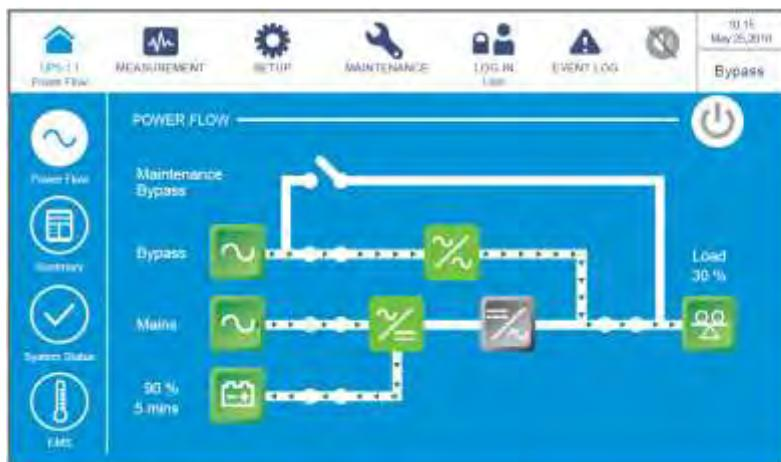

Рисунок 6-64: Экран байпасного режима
- 3) После выбора **YES (ДА)** ИБП отключит выходы силовых модулей и будет осуществлять подачу питания с байпасного источника переменного тока. Если байпасный источник переменного тока работает ненормально, то существует риск прерывания подачи питания, и подключенные важные нагрузки не будут защищены. В этот момент каждый силовой модуль продолжает заряжать батареи, трехцветный светодиодный индикатор загорается желтым цветом и появляется следующий экран (*Рисунок 6-64*). Расположение трехцветного светодиодного индикатора см. на *Рисунке 2-11*.